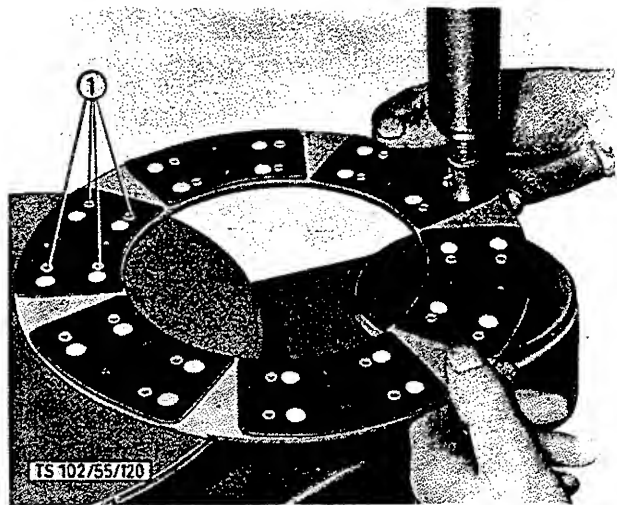

BILD 102 : Aufnieten der Zwischenfedern auf den 1. Kupplungsbelag
2. Die Zwischenfedern (6 Stück) mit neuem Kupplungsbelag zusammennieten (Bild 102). Jede Zwischenfeder wird 4 mal vernietet (102/1), die Nietköpfe kommen nach außen.